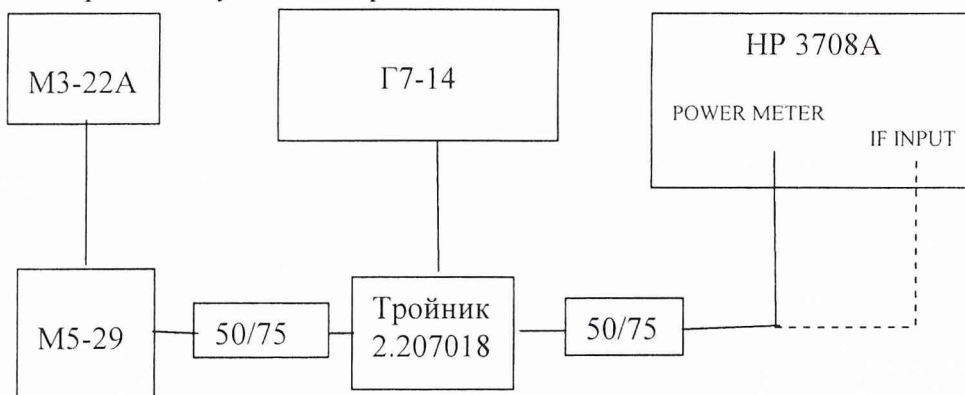

Рис. 7
1. Собрать схему согласно рис. 7.